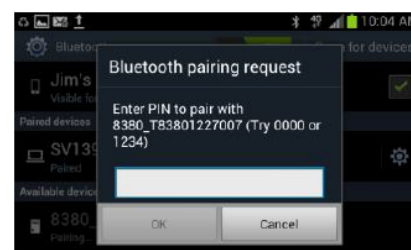

Рисунок 3. Требование образовать пару блютуз
2. Введите PIN код модели 8380 для образования пары блютуз (Рисунок 3).
4. Устройство затем будет спрашивать **“Bluetooth pairing request”** (требование образования пары блютуз). Смотрите Рисунок 3.